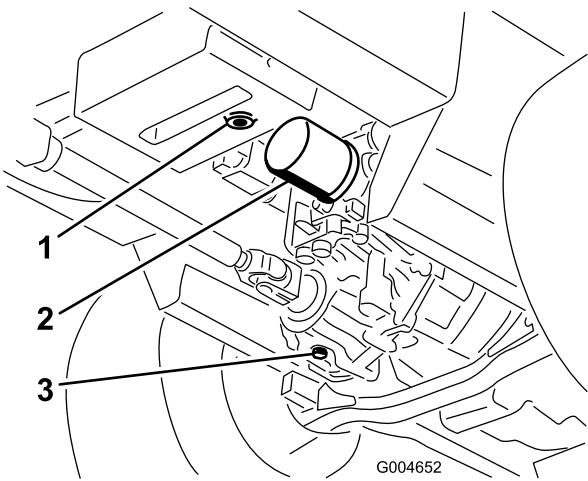

Bild 67
3. Stellen Sie eine große Wanne unter den Hydraulikbehälter und das Getriebe und nehmen Sie die Schrauben ab. Lassen Sie die Hydraulikflüssigkeit ablaufen (Bild 67).
4. Reinigen Sie den Bereich um den HydraulikölfILTER und nehmen Sie den Filter ab (Bild 67).